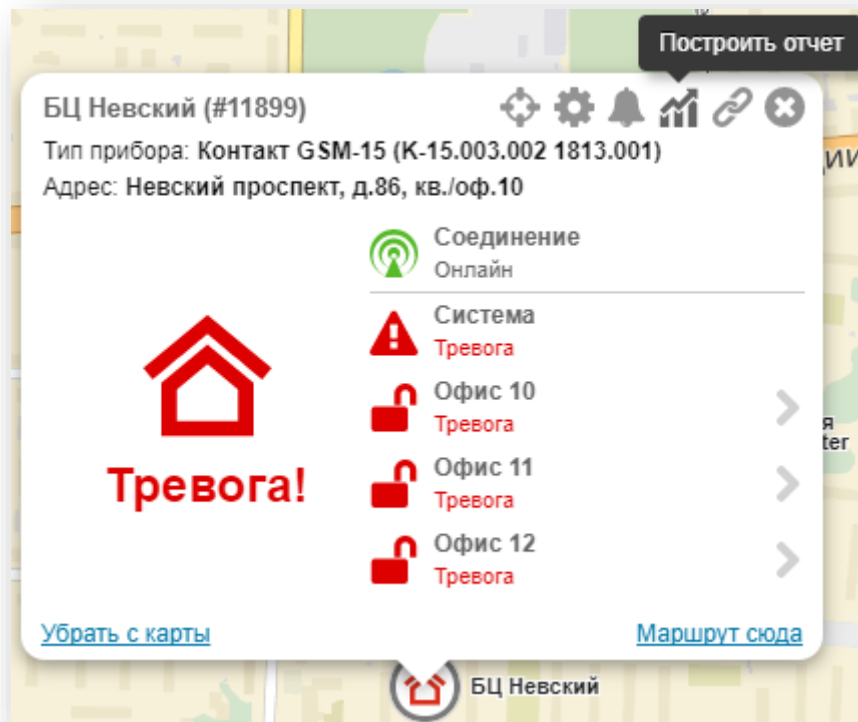

Рисунок 99. Построение отчёта из выноски объекта
- Выноска объекта (рис. 99). Для построения индивидуального отчёта по выбранному объекту.